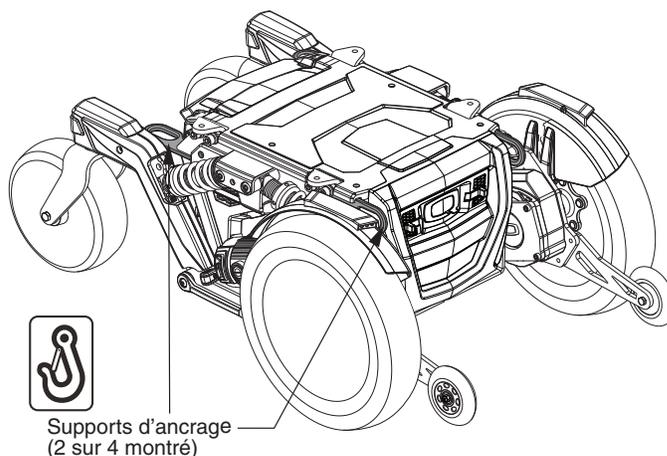

Figure 8. Support d'ancrage système transport
- Fixez les quatre (4) courroies aux points d'ancrage désignés et identifiés par le symbole d'ancrage sur le fauteuil motorisé. Voir les figures 8 et 9. Serrez bien les courroies pour retirer le jeu excessif.